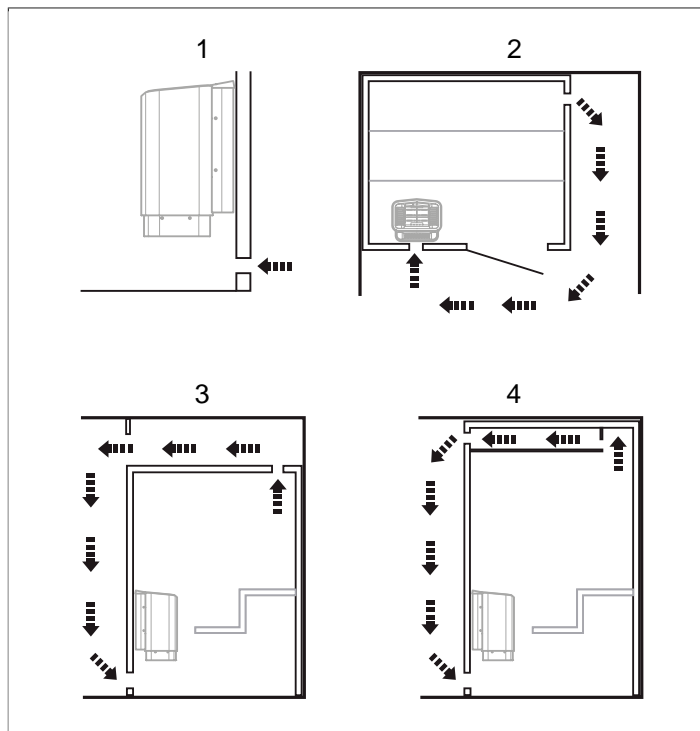

Fig 7: Emplacement des bouches d'entrée et de sortie d'air
- avec une distance maximale par rapport à la bouche d'entrée d'air, par exemple en diagonale (cf. **Fig 7**, page 4).
- en hauteur sur la cloison, ou au plafond (cf. **Fig 7**, page 4).